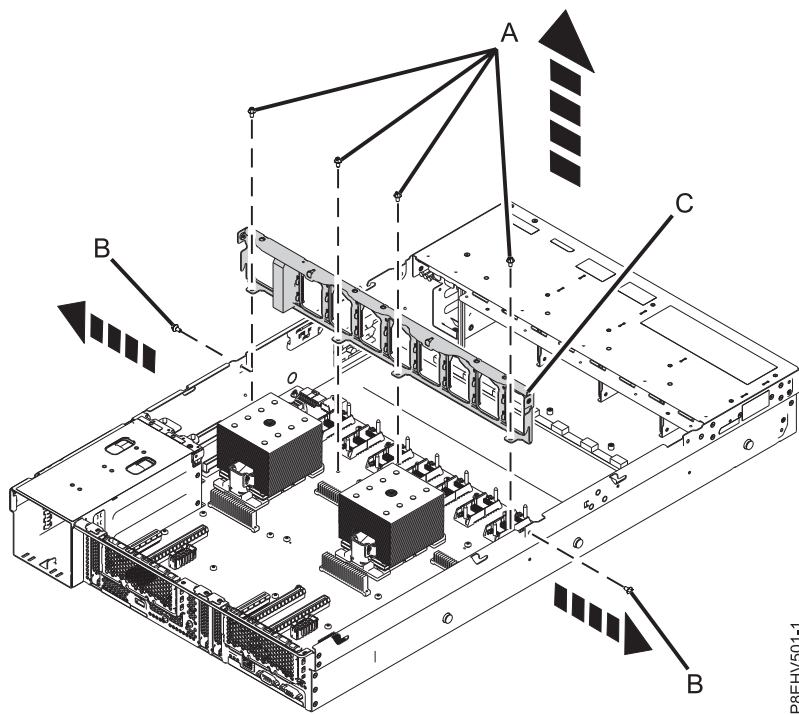

Figura 116. Extracción del soporte del medio y ubicaciones de los tornillos
12. Extraiga el soporte del medio (C). Consulte la Figura 116 en la página 101.
- a. Quite el tornillo (B) de cada lado del sistema.
- b. Extraiga los cuatro tornillos (A) que unen el soporte del medio a la placa posterior del sistema.
- c. Levante el soporte del medio (C).